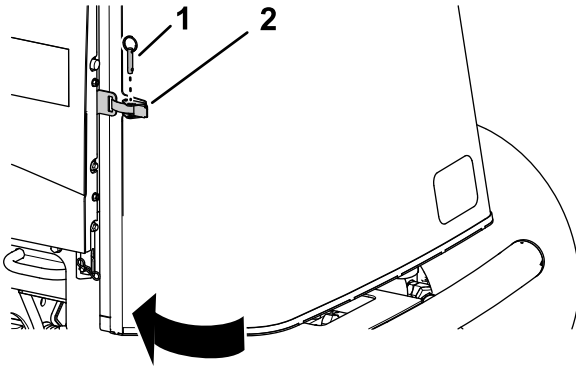

Bild 99
1. Schließen und verriegeln Sie das Gitter (Bild 99).